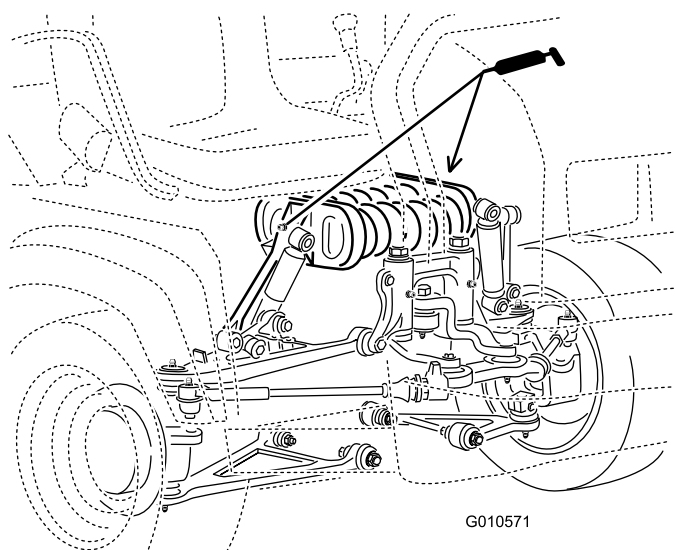

Figure 30
- Tourelle de suspension (2) ; voir Figure 30